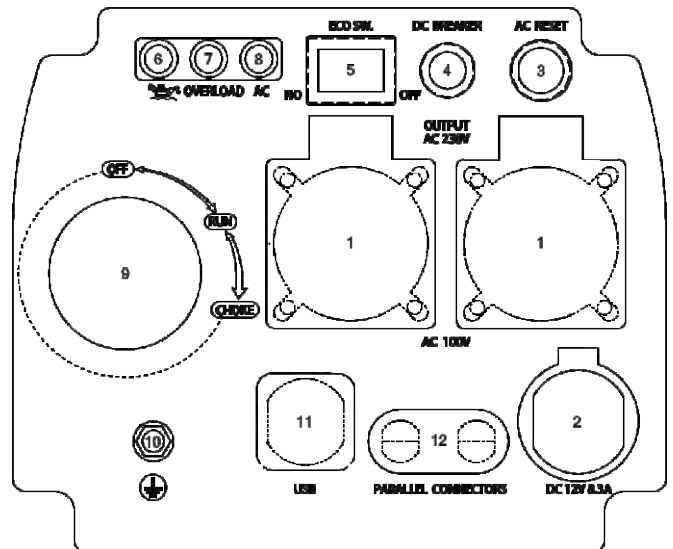

Figura 10: presione el disyuntor de reinicio
3. Presione el disyuntor de reinicio para reiniciarlo (vea la figura 10).